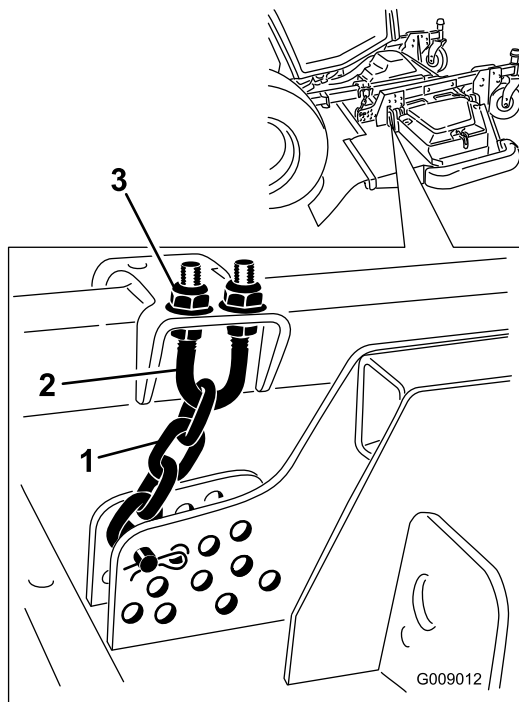

図 127
5. 刈高チェーンのUボルトの上側または下側についているジャムナットをゆるめる 図 127。